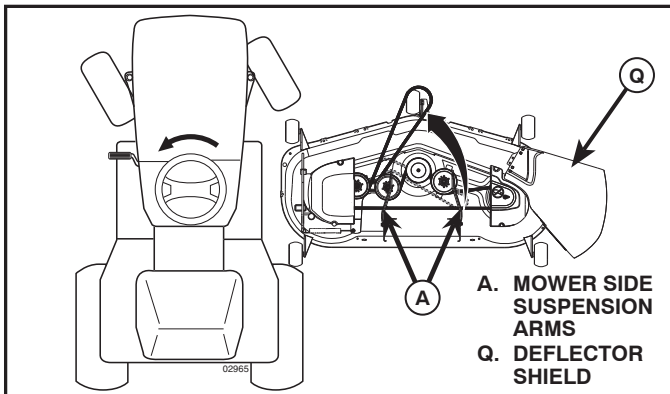

Fig. 30
4. SLIDE MOWER UNDER TRACTOR (See Fig. 30)